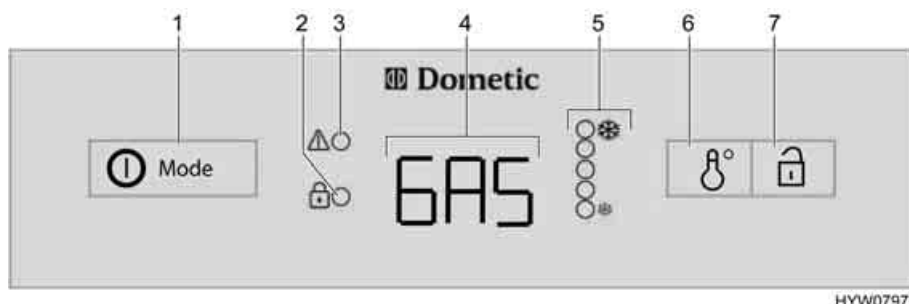

Fig. 195 Elementi di comando per il frigorifero (serie Dometic 8 con AES)
In caso di guasti il relativo indicatore LED "⚠" (Fig. 195,3) lampeggia.
Se l'alimentazione a 230V **non** è allacciata e il motore del veicolo è **spento**, il sistema AES seleziona il rifornimento di gas. Selezionando il funzionamento a gas, il dispositivo di sicurezza si apre automaticamente, così che il gas possa fluire al bruciatore. Contemporaneamente si inserisce l'accenditore elettronico. Se la fiamma del gas si spegne, p. es. a causa di un colpo di vento, l'accenditore viene subito azionato riaccendendo il gas. In caso di guasti nel funzionamento a gas, nell'indicazione di funzionamento (Fig. 195,4) lampeggia la scritta "GAS".
Dopo l'accensione il frigorifero seleziona automaticamente la regolazione intermedia del termostato. Questa impostazione può essere modificata manualmente con l'interruttore per la regolazione della temperatura (Fig. 195,6). Gli indicatori LED (Fig. 195,5) visualizzano la temperatura selezionata sul termostato. Con l'interruttore viene regolata la temperatura di refri-
- Premere l'inseritore/selettore di energia (Fig. 195,1) per 2 secondi, per accendere l'apparecchio. L'ultima modalità di funzionamento prescelta viene visualizzata nell'indicazione di funzionamento (Fig. 195,4).
- Con l'inseritore/selettore di energia (Fig. 195,1) selezionare il tipo di energia.
- Regolare la temperatura di refrigerazione sull'interruttore per la regolazione della temperatura (Fig. 195,6). Gli indicatori LED (Fig. 195,5) visualizzano la regolazione del termostato prescelta.
- Premere l'inseritore/selettore di energia (Fig. 195,1) per 2 secondi. Cancellare tutte le indicazioni.